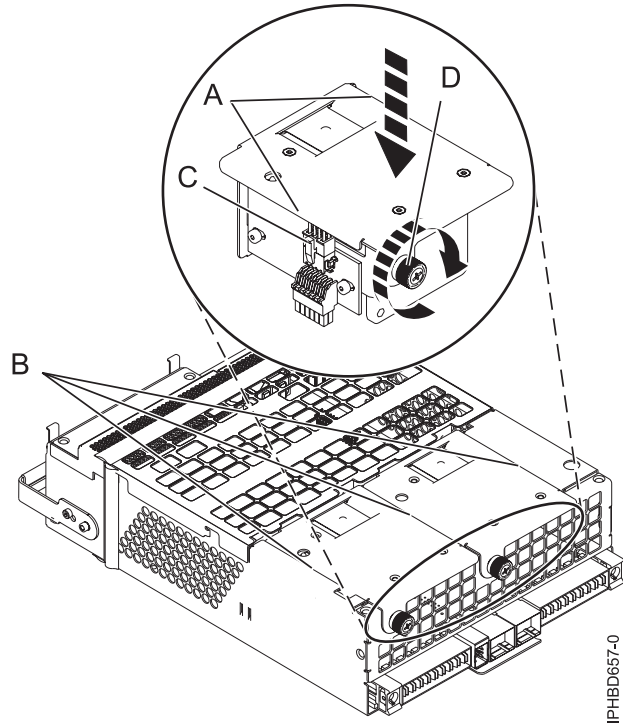

Figure 20. Remplacement d'un ventilateur
- b. Appuyez sur le ventilateur (**A**) pour l'insérer dans son connecteur dans le bloc comme illustré à la figure 20, à la page 24.
- c. Serrez la vis moletée (**D**) comme illustré à la figure 20, à la page 24.